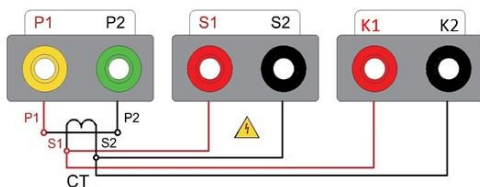

图 2、CT 励磁/直阻/变比/极性/角差/比差
选择进入 **电流互感器检测** 界面 (图 8), 参照 (图 2) 正确接线后, 可同时对 **直流电阻**、**励磁特性**、**变比极性**、**角差比差** 进行检测。检测结果见 (图 11)。
**CT 变比极性测试：**按（图 2）正确接线后，选择变比极性并点击测试即可自动开始测试。